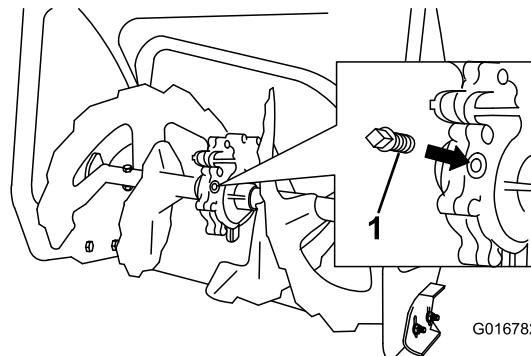

Figure 36
2. Nettoyez la surface autour du bouchon de tuyau (Figure 36).